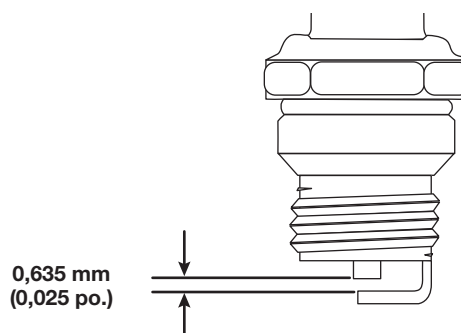

Fig. 17
4. Utilisez une jauge d'épaisseur pour régler l'écartement à **0,635 mm (0,025 po.)** (Fig. 17).